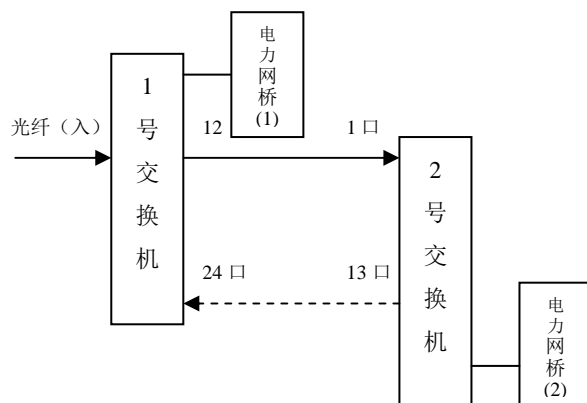

图 5 交换机端口扩容
(5) 原因分析：经过反复试验，确认是 1 号交换机 12 口连接到 2 号交换机 1 口的网线，引起了故障。于是立即查出了这两个交换机之间的备用网线已接到 1 号交换机 24 口与 2 号交换机的 13 口，如图 5 所示。很快想起了 1 号交换机的网络生成树可能出问题了，因为即使两交换机之间的连接构成双回路，只要生成树起作用，只会从一条线路上传输数据，相反如果网络生成树不起作用了，就会出现死循环。